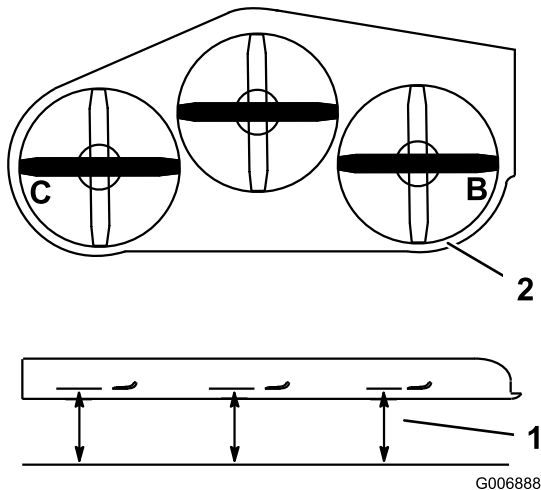

Figura 83
1. Coloque la cuchilla **derecha** en posición lateral (Figura 83).
3. Mida la cuchilla derecha en la posición **B** desde una superficie nivelada hasta el filo de corte del extremo de la cuchilla (Figura 83).
5. Coloque la cuchilla izquierda en posición lateral (Figura 83).
6. Mida la cuchilla izquierda en la posición **C** (Figura 83) desde una superficie nivelada hasta el filo de corte del extremo de la cuchilla.